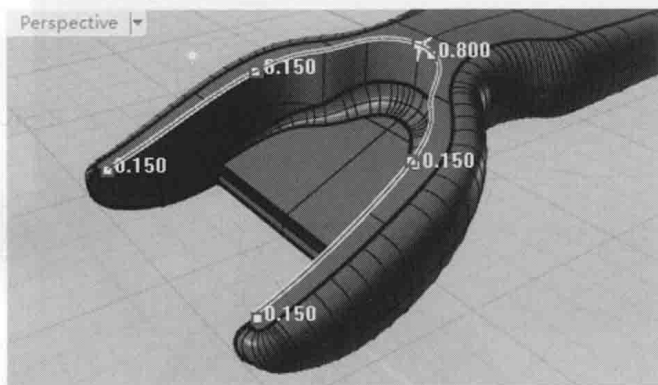
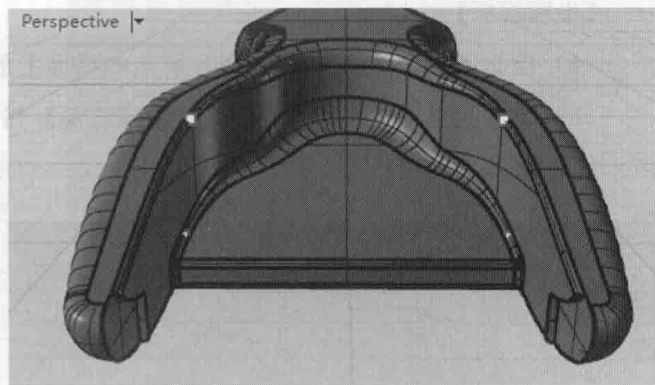

图 5-91 选择边缘
图 5-92 圆角效果
(5) 单击工具箱中的 / 【不等距边缘圆角】按钮 , 再选取如图 5-91 所示的边缘。按图 5-91 所示新增控制杆, 并修改中点处控制杆的圆角半径值为 0.8。右击并确认, 圆角效果如图 5-92 所示。